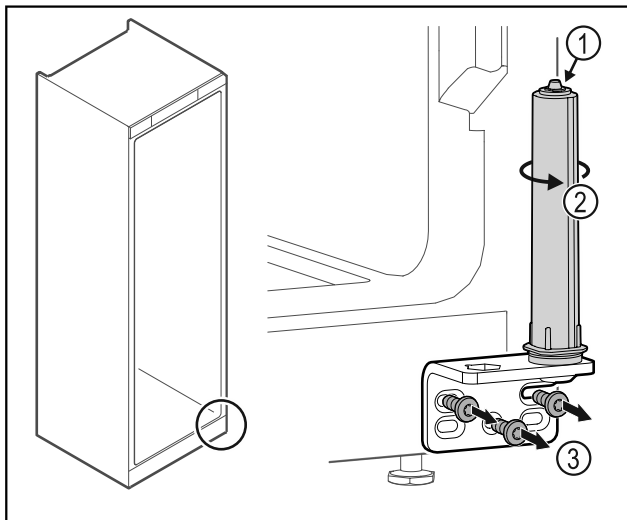

Fig. 24
- ▶ Не разглобявайте затварящата система на вратата Fig. 24 (1).
- ▶ Въртете затварящата система Fig. 24 (2), докато тя щракне.
- ▶ Развийте ъгъла на пантата Fig. 24 (3).